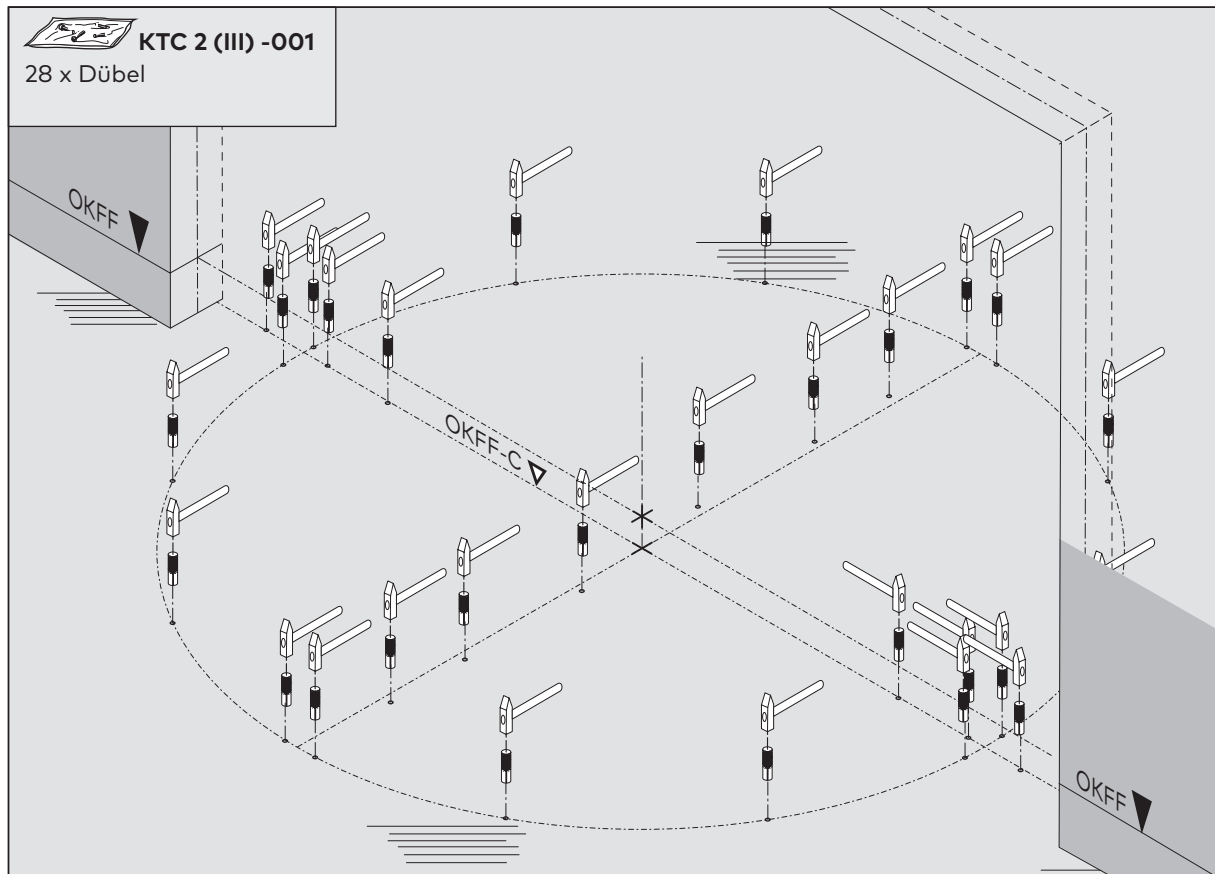

Abb. 12 Dübel einsetzen
9. Die Dübel (Abb. 12) in die Bohrungen einsetzen.